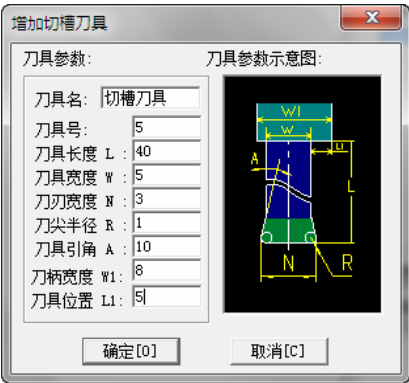

图 4-186 增加切槽刀具参数设定
3) 单击“切槽刀具”选项卡，单击“增加刀具”按钮，弹出“增加切槽刀具”对话框，设置刀具名：切槽刀具；刀具号：5，其他参数如图 4-186 所示。单击“确定”按钮，完成车刀参数设置。